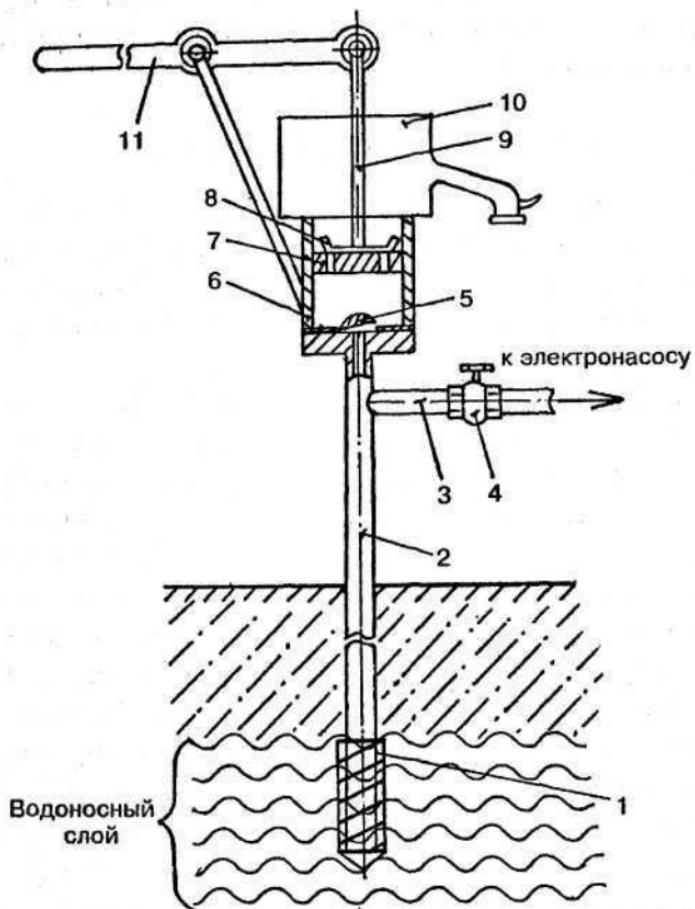

Рис. 2. Поршневой насос:
• *Поршневой насос* по конструкции аналогичен штанговому насосу, но имеет некоторое отличие (рис. 2).